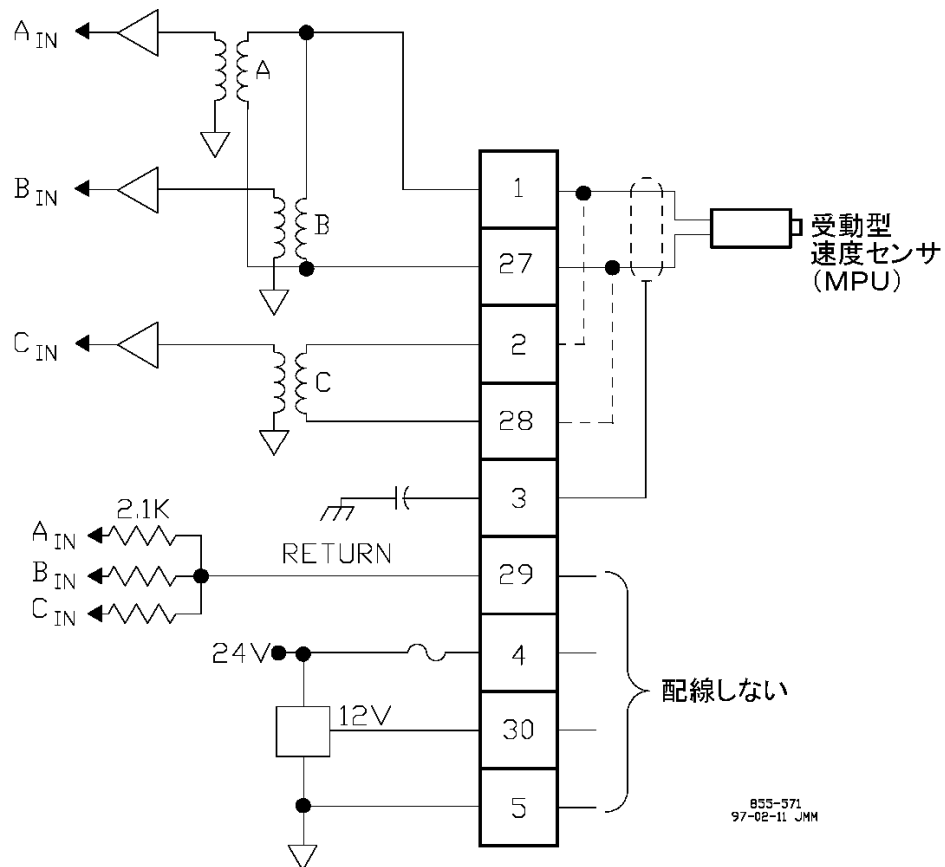

図 4-2. MPU と ATM の配線の例
MPU が速度信号入力回路を駆動する能力には限界があるので、(どの MPU でも、3 個の入力回路を同時に駆動する事ができるわけではありません。) 1 個の MPU が同時に何個の入力回路を駆動するかを配線時に決めなければなりません。1 個の MPU で 3 個の速度信号入力回路を駆動する時には、指定された端子間をジャンパで接続します。端子間をジャンパで接続しない時は、1 個の MPU で駆動する速度信号入力回路は 2 個までです。使用する MPU のタイプも正しく、ギヤの歯の形状も正しく、MPU の先端とギヤの歯の間隔も正しい時には、周波数が 100Hz までの速度信号を検出する事ができるはずです。標準の MPU では、ギヤの歯の山の頂上と MPU の先端の間隔は、0.25 ~ 1.09mm です。どのような時にどのようなタイプの速度センサを使用するか、ギヤの歯の形状をどのようにすべきかに付いては、弊社のマニュアル J82510 を参照してください。また配線方法の詳細に付いては、図 4-2 を参照してください。
アナログ・ターミネーション・モジュール(ATM)は、MPU&アナログ I/O モジュールとは専用の接続ケーブルで接続します。そして現場の入出力装置へは、ATM のケージ・クランプ・ターミナルから配線します。図 4-2 と図 4-3 は、どのタイプの速度センサを使用した時に、どのような配線にするかを示したものです。
- ATM で MPU 信号について入力3重化を行なう場合、カーネルCのアナログ I/O モジュールにも同じ速度信号を入力するには、図 4-2 に(破線で)示しているように、各入力チャンネルでカーネル A の速度信号入力端子とカーネル C の速度信号入力端子をジャンパで接続します。